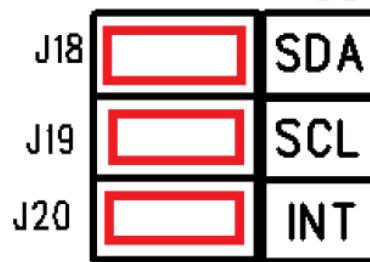

图 1-7 G-sensor I2C 接线
4). **标记 7: I2C 接口**，连接 G-sensor，跳线 J18, J19, J20 跳线见图 1-7，
六轴传感器 G-sensor 的电源由 VDD_DEV 提供，因此使用该功能时，需要将 J6 连接，可参考图 1-7。